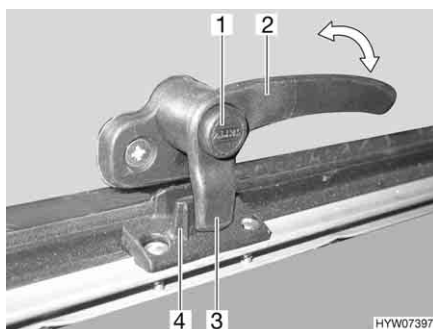
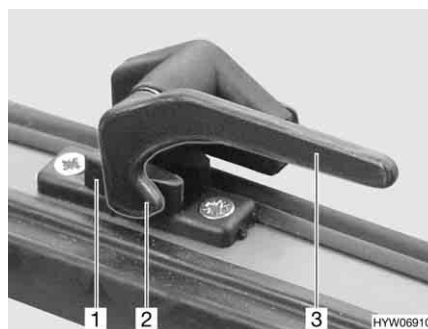

Fig. 107 Levier de verrouillage avec bouton de sécurité en position "Fermé"
Fig. 108 Levier de verrouillage en position "Fermé"
- S'il existe, appuyer sur le bouton de sécurité (Fig. 107,1) et le maintenir enfoncé.
- Tourner le levier de verrouillage (Fig. 107,2 ou Fig. 108,3) d'un quart de tour vers le centre de la fenêtre.
- Tourner le levier de verrouillage (Fig. 107,2 ou Fig. 108,3) d'un quart de tour vers le cadre de la fenêtre. Le tenon de verrouillage (Fig. 107,3 ou Fig. 108,2) du levier de verrouillage repose complètement sur le côté intérieur du verrouillage de fenêtre (Fig. 107,4 ou Fig. 108,1).
- En position "Fermé" (Fig. 107 et Fig. 108)